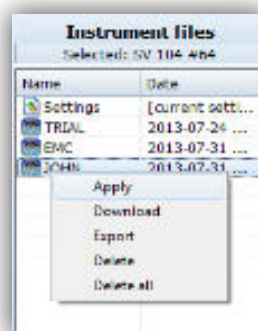

Abbildung 44: Messsetup aktivieren
11. Wenn Sie ein Setup einmal auf das entsprechende Messgerät kopiert haben, kann es folgendermaßen aktiviert werden. Entweder man wählt das Setup in der Supervisor Software im Setup Manager Fenster mit der rechten Maustaste aus und wählt „**Apply**“ (siehe Abbildung 44) oder direkt über das SV 104IS Dosimeter, wie in Kapitel 4.6 beschrieben.